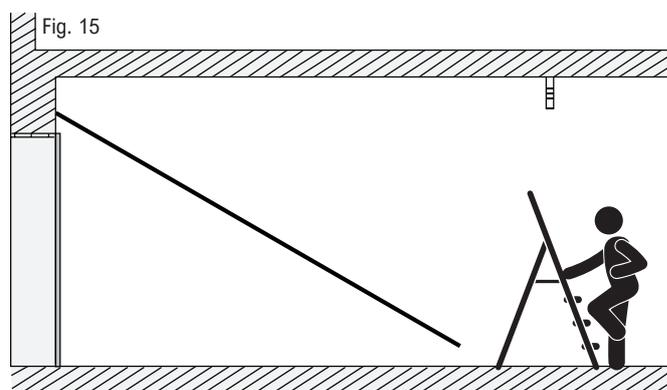

Fig. 16
- 9) Arrivati in prossimità del soffitto posizionare la staffa angolare centrando i fori della staffa binario (Fig. 16/17). Prendere i riferimenti per il fissaggio della staffa angolare al soffitto tramite l'asola presente e i riferimenti di posizionamento tra staffa angolare e staffa binario. La staffa angolare presenta più fori, segnare quello più idoneo.